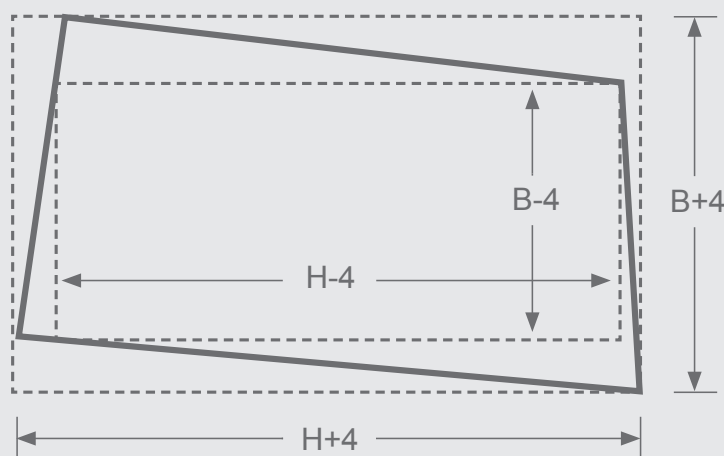

Fig. 5: determinação de comprimento, largura e esquadro.
Para determinada dimensão nominal de comprimento (H) e de largura (B), a chapa de vidro deve se inscrever em um retângulo construído a partir das dimensões nominais aumentadas no valor positivo da tolerância e circunscrever um retângulo, cujas dimensões sejam as nominais menos o valor absoluto da tolerância. Esses retângulos devem ter seus lados paralelos e ser concêntricos (Fig. 5). As tolerâncias de medida das dimensões nominais de comprimento (H) e largura (B) são de aproximadamente 4 mm.